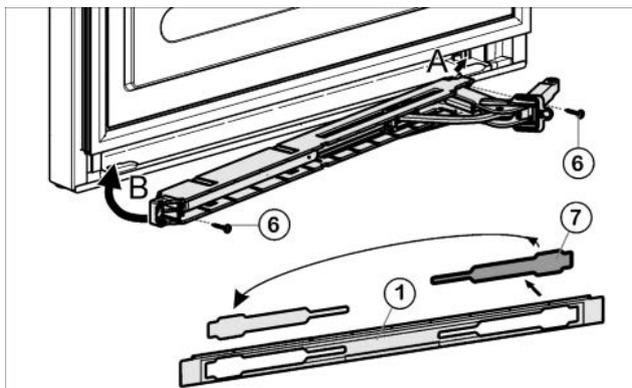

Fig. 9
- ▶ Освободите крышку Fig. 9 (7) из накладки Fig. 9 (1) и снова установите её на другой стороне.
- ▶ Прикрутите (2 шт. Tox® 15) Fig. 9 (6) узел амортизатора закрытия дверцы.